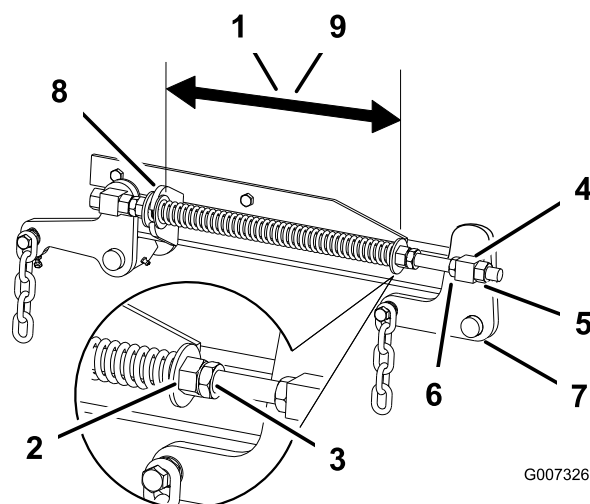

Figure 61
coupe de 52 pouces, et de 26,7 cm (10-1/2 pouces) pour les plateaux de coupe de 60 pouces (Figure 61).
3. Réglez cette distance en desserrant l'écrou de blocage du ressort et en tournant l'écrou devant chaque ressort (Figure 61). Tournez l'écrou dans le sens horaire pour raccourcir le ressort, et dans le sens inverse pour l'allonger.
4. Bloquez l'écrou en position en serrant l'écrou de blocage du ressort (Figure 61).